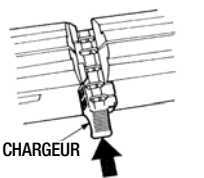

Fig. 9
- Placez le chargeur sur la carabine tel qu'illustré en figure 9, en vous assurant d'aligner une des chambres à plomb avec la chambre du canon. IMPORTANT : Si le chargeur n'est pas aligné correctement, vous serez incapable de pousser le verrou de culasse vers l'avant.